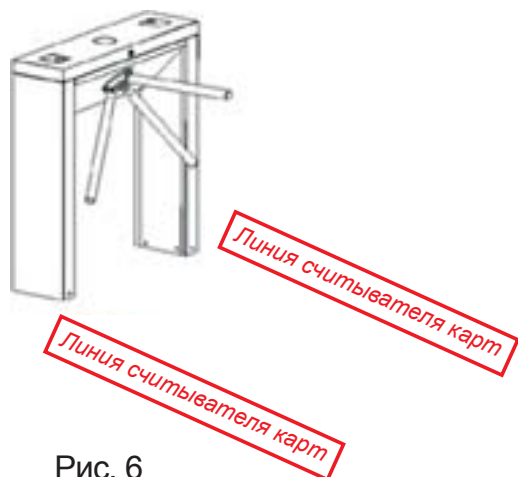

Рис. 6
3. Установка предупреждающей линии для считывания карты (см. Рис. 6). Предлагается предупредительная линия, чтобы побудить пользователей сканировать карты на расстоянии, что значительно уменьшает вероятность отказа оборудования, вызванного неправильными действиями.